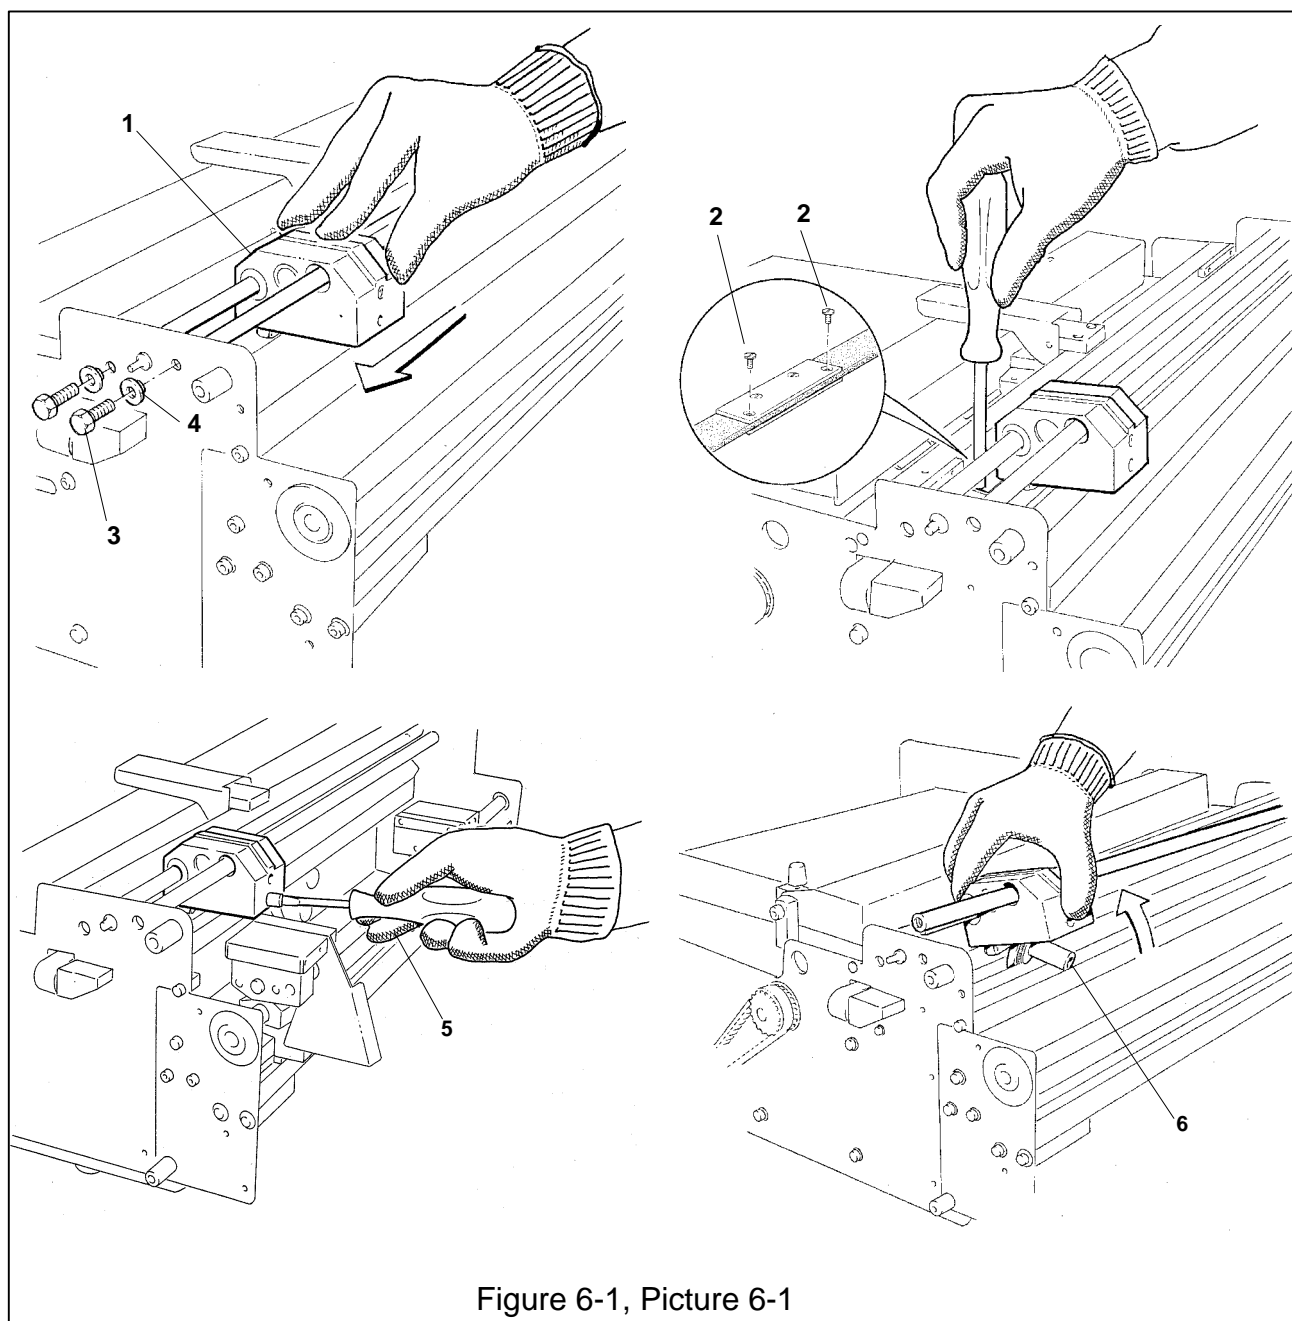
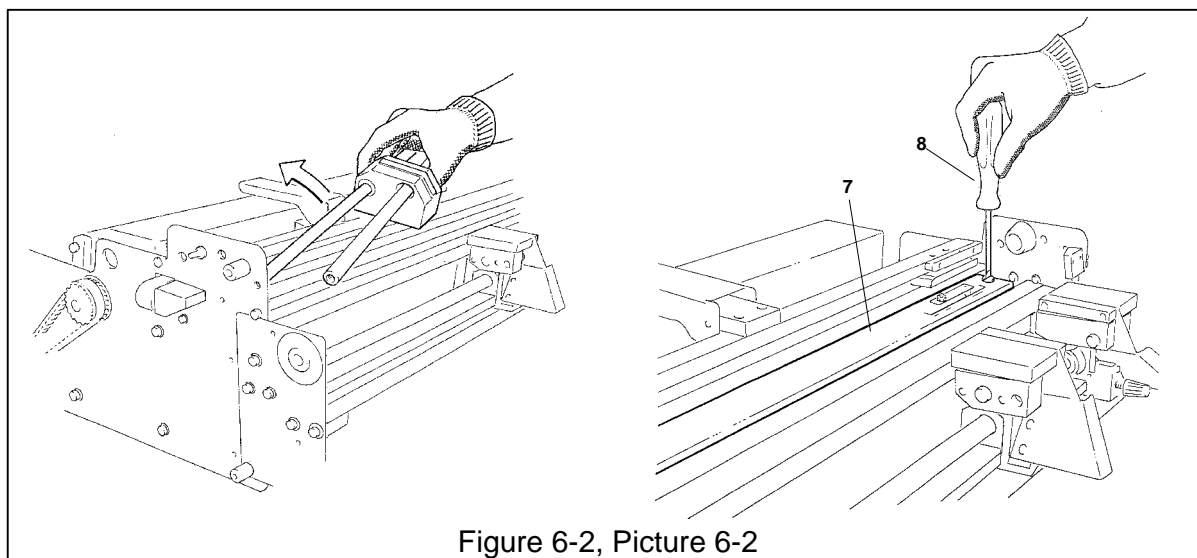

Figure 6-1, Picture 6-1
Figure 6-2, Picture 6-2
Fare riferimento alla Fig. 6-1.
Fare riferimento alle Fig. 6-1 e Fig. 6-2.
- Portare manualmente il carrello di taglio (1, Fig. 6-1) nella zona centrale della taglierina.
- Scollegare il carrello dalla cinghia di traino togliendo le due piccole viti laterali (2, Fig. 6-1).
- Togliere le viti di fissaggio e le bussole di centraggio (3, 4; Fig. 6-1) degli alberi di guida del carrello di taglio per rimuovere il tutto dalla macchina (Fig. 6-2).
- Per sostituire la lama è necessario anche rimuovere il pressore trasparente soprastante (7, Fig. 6-2) togliendo i perni di fissaggio laterali (8).